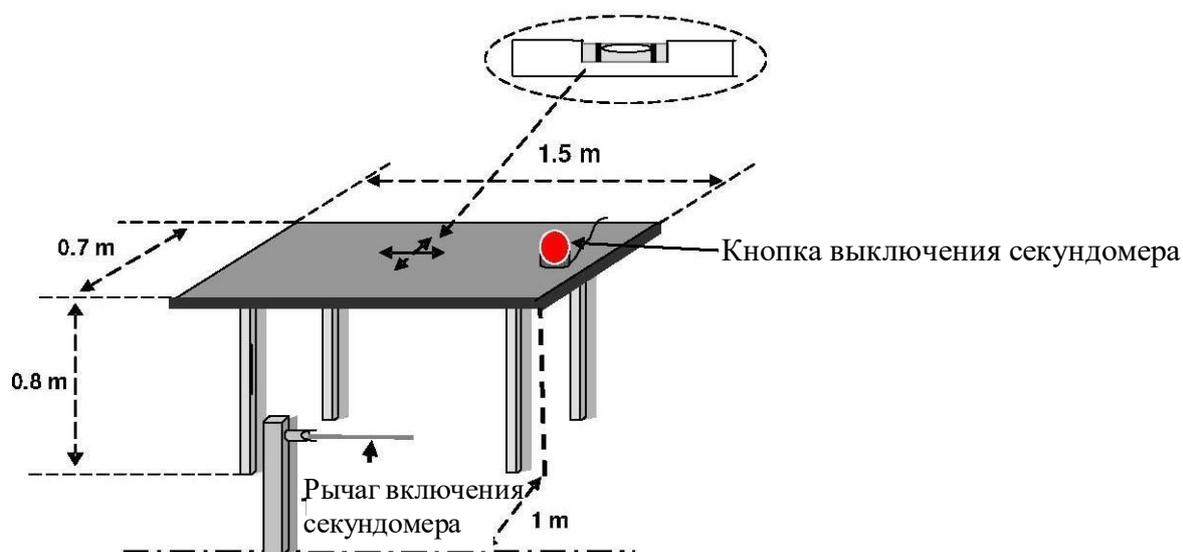

Рис. 20: Стол для упражнения «Замена цепи»
Размеры стола для замены цепи: длина – 1,5 м, ширина 70 см, высота 80 см. Поверхность, на которой выполняется упражнение, представляет собой лист влагостойкой, ламинированной фанеры. Стол устанавливается под прямым углом к линии старта, и его запрещается двигать (рис.20).
Линия старта проходит в 1 метре от стола (рис. 20). Рычаг включения отсчета времени может быть индивидуально установлен по линии старта перед столом, в зависимости от места на столе выполнения участником упражнения.
Рис. 20а
3. Проверяется длина самого короткого зуба на обеих цепях (не менее 3 мм) и наличие каких-либо меток на шине, которые могут расцениваться, как помощь для выполнения дальнейших упражнений (Рис. 20А).